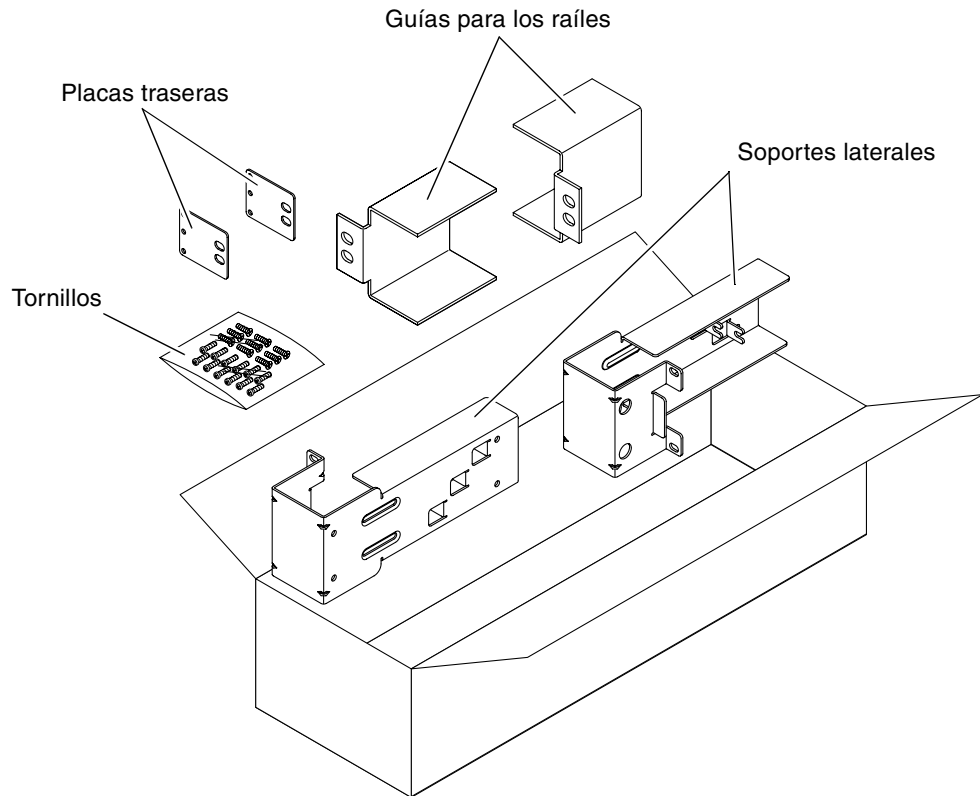

FIGURA 3-23 Contenido del kit de montaje fijo de 23 pulgadas de 2 postes
1. Saque los soportes laterales del kit del bastidor (FIGURA 3-23).
3. Saque las guías de los raíles del kit del bastidor (FIGURA 3-23).
7. (Opcional) Si se encuentra en un entorno en el que haya muchas vibraciones, utilice las placas traseras para fijar mejor el servidor al bastidor (FIGURA 3-23).